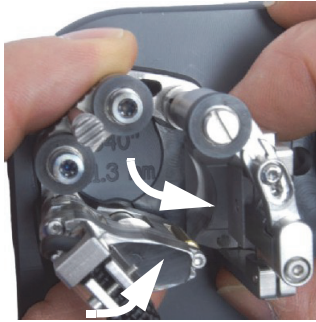

Рис. 2-18 Установка хвоста в положение для труб малого диаметра
- c) Разверните держатель наружу так, чтобы преобразователь и призма переместились обратно в сквозное отверстие (см. Рис. 2-18 на стр. 36).
- e) Максимально поверните хвост внутрь, так чтобы хвостовое колесо находилось как можно ближе к центру шаблона (см. Рис. 2-18 на стр. 36).